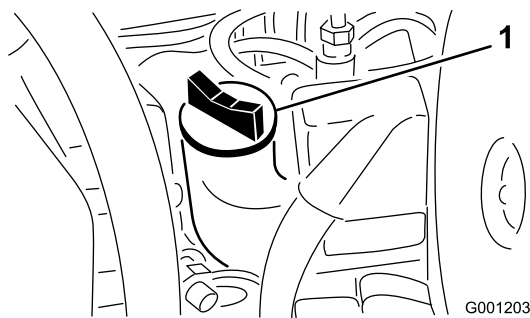

Figura 48
4. Si el nivel de aceite está por debajo de la marca Lleno, retire el tapón de llenado (Figura 48) y añada aceite hasta que el nivel llegue a la marca Lleno de la varilla. **No llene demasiado..**